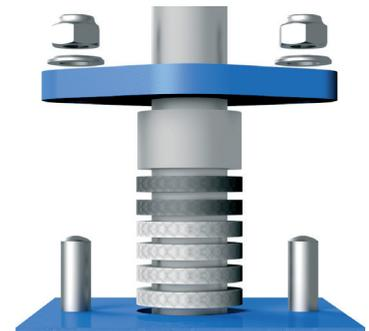

Fig. 10
5. Extraer toda la empaquetadura (14) antigua por medio de una herramienta puntiaguda, cuidando de no dañar la superficie del eje (fig. 10).
6. Limpiar con cuidado la caja de la empaquetadura y asegurarse de que quede todo limpio de residuos para que asienten correctamente las nuevas tiras de empaquetadura (14) que nos disponemos a montar.
7. Introducir la nueva empaquetadura (14). Durante esta operación es muy importante que ambos extremos de cada tira estén perfectamente unidos formando así un anillo.
8. Después de introducir todas las tiras de empaquetadura (14) correctamente, proceder a colocar el casquillo prensaestopas (15) en su posición original.
9. Continuar desplazando la brida prensaestopas (16) sobre el eje, hasta colocarlo apoyado sobre el casquillo prensa (15).
10. Montar las tuercas (19) de la brida prensa (16) y comenzar a apretarlas cuidadosamente en modo cruzado, teniendo en cuenta que el casquillo prensaestopas (15) no puede estar en contacto con el eje.
11. Es muy importante que la superficie de la brida prensaestopas (16) siempre esté perpendicular al eje, es la manera para asegurarnos que el prensaestopas está ejerciendo la misma presión sobre toda la empaquetadura (14).
13. Una vez sustituidas las empaquetaduras de ambos ejes, hacer varias maniobras en vacío, comprobando el funcionamiento correcto de la válvula y asegurándonos que los casquillos prensaestopas (15) están centrados correctamente.
14. Someter la válvula a presión en la línea y si fuera necesario, reapretar las tuercas (19) de las bridas prensaestopas (16) de manera cruzada, lo suficiente para evitar fugas al exterior.